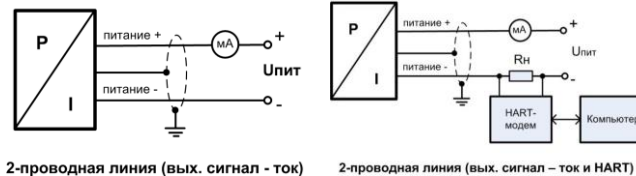

Рисунок 4. Схемы подключения.
4.15. Цепи датчика подключаются через разъемы в соответствии с электрическими схемами подключения (см. рис. 4., таб. 3.) или встроенным в датчик кабелем, согласно цветовой маркировке проводов кабеля (см. таб. 3.).